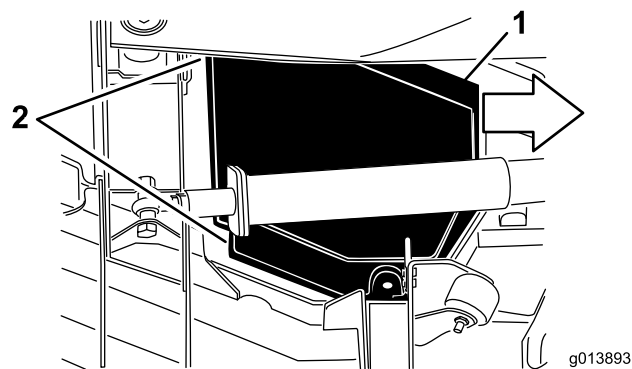

Bild 47
5. Schieben Sie die Abdeckung beim Anheben ungefähr 2,5 cm zur Zugmaschine, um die äußere Abdeckungskante vom Mähwerk auszuhaken (Bild 47).